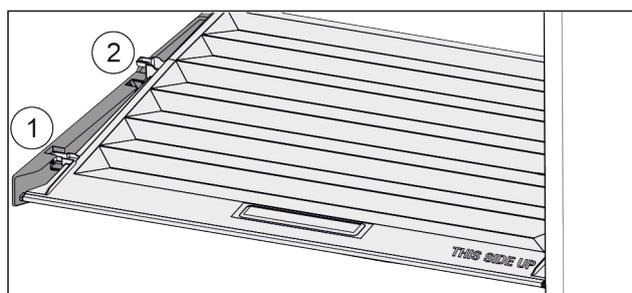

Fig. 94
- ▶ Tirer le couvercle vers l'avant jusqu'à l'orifice des pièces de retenue Fig. 94 (1).
- ▶ Le soulever par le bas à l'arrière et le sortir par le haut Fig. 94 (2).